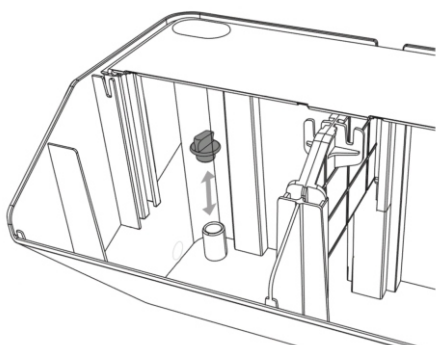

Рис. 34
- Извлеките красные дренажные заглушки на дне модуля из всех корпусов фитомодулей, кроме нижнего. См. (рис. 34)